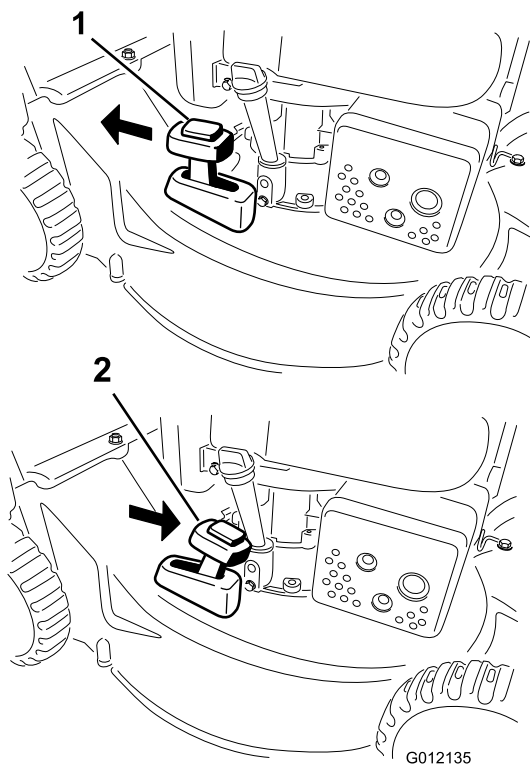

Figura 16
Per riciclare lo sfalcio, spostate la leva di comando del cesto nella posizione di RICICLAGGIO (Figura 16).
2. Montate il cesto di raccolta; fate riferimento a Montaggio del cesto di raccolta \(pagina 11\) e spostate la leva di comando del cesto nella posizione di RACCOLTA come illustrato in Figura 16.
Nota: Prima di scaricare posteriormente lo sfalcio, togliete il cesto di raccolta dal tosaerba, se montato; fate riferimento a Rimozione del cesto di raccolta \(pagina 11\). La leva di comando del cesto deve essere in modalità di RACCOLTA come illustrato nella Figura 16.